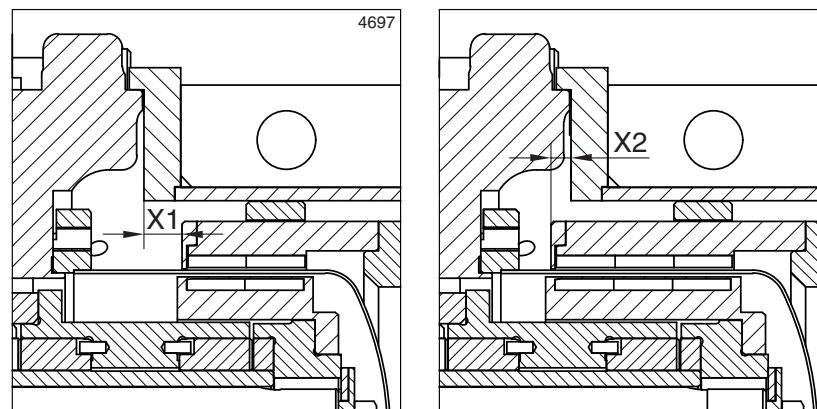

Рисунок 8: Параметры X1 или X2.
- 10 Для окончательной проверки измерьте расстояние X1 или X2 (см. рисунок 8) между концом внешнего ротора и установочным краем фонарного кольца и сравните его с соответствующим значением в таблице ниже.